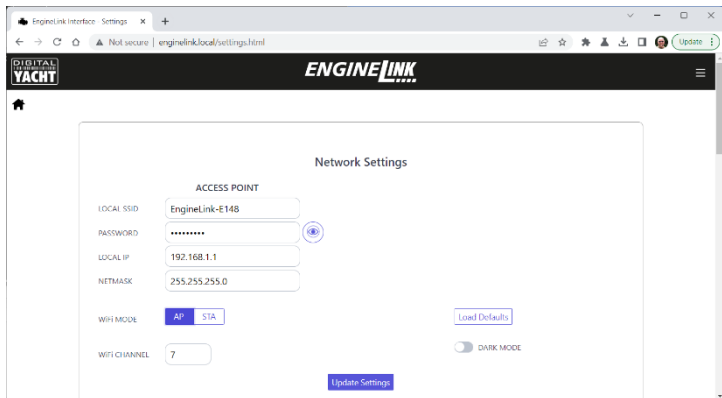

Figure 11
Par défaut, EngineLink fonctionne en mode Point d'accès (AP) et crée son propre réseau Wi-Fi avec un nom et un mot de passe par défaut. Vous pouvez modifier le nom du réseau et le mot de passe Wi-Fi comme indiqué dans la Fig 11.